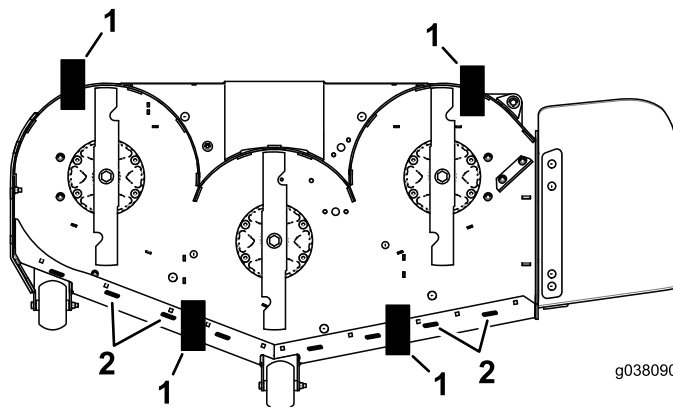

Figura 84
11. Posizionate i 2 blocchi (vedere la tabella dell'angolo di spoglia e dell'altezza del blocco) sotto il bordo posteriore della falda del piatto di taglio; 1 su ogni lato del piatto di taglio (Figura 84).